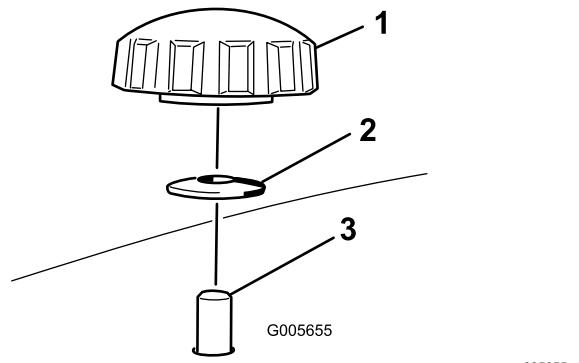
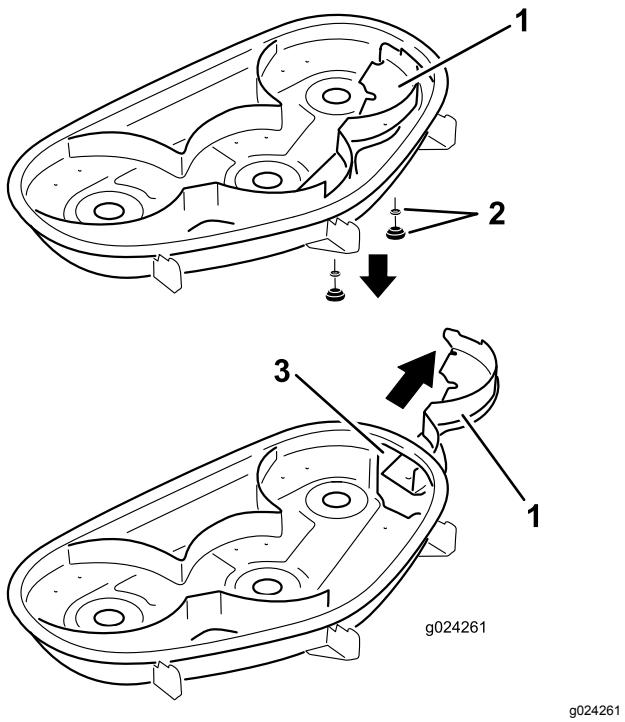

Bild 16
Bild 17
4. Nehmen Sie die beiden Handräder und die Wellenscheiben ab, mit denen das rechte Ablenkblech am Mähwerk befestigt ist (Bild 16).
5. Nehmen Sie das rechte Ablenkblech ab und senken Sie das Grasablenkblech über der Auswurfkanalöffnung ab, wie in Bild 16 und Bild 17 dargestellt.
5. Schieben Sie das rechte Ablenklech unter das Mähwerk und befestigen Sie es mit zwei Handrädern und Wellenscheiben (kappenförmige Seite zum Mähwerk), wie in Bild 16 und Bild 17 abgebildet.